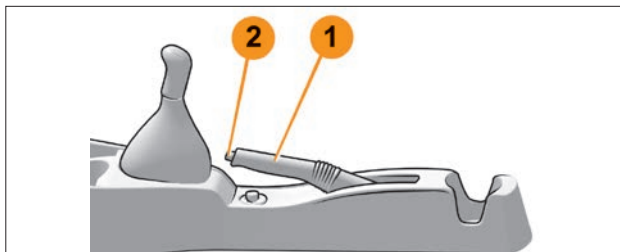

Рис. 3.8.1. Рычаг стояночного тормоза
**Включение стояночного тормоза.** Потяните рычаг 1 (рис. 3.8.1) вверх и убедитесь, что автомобиль надежно заторможен.